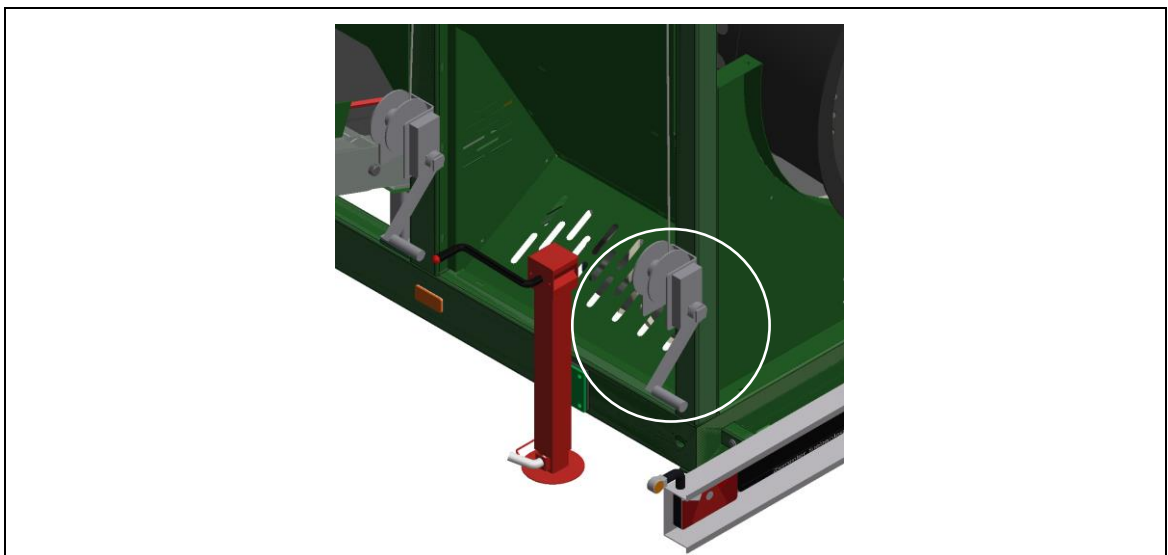

Bild 8-2: Vinsch för det andra friktionsbandet
1. Sätt på veven på vinschen (Se bild 8-2 – vänster)
1. Sätt på veven på vinschen (Se bild 8-2)